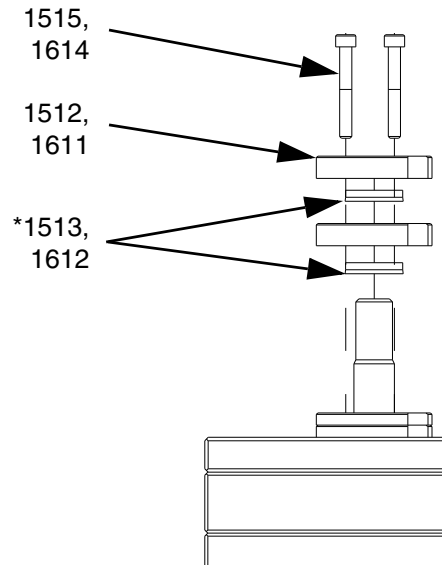

图 26:密封位置
12. 安装新密封 (1612)。见图 26 和 图 27。
12. 安装新密封 (1513)。见图 26 和 图 27。